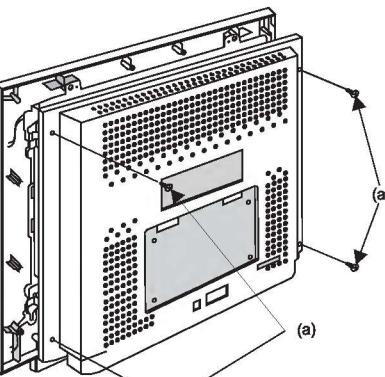

Рис. 4.3
- Выкручивают четыре винта (а) и снимают заднюю крышку монитора (рис. 4.3).